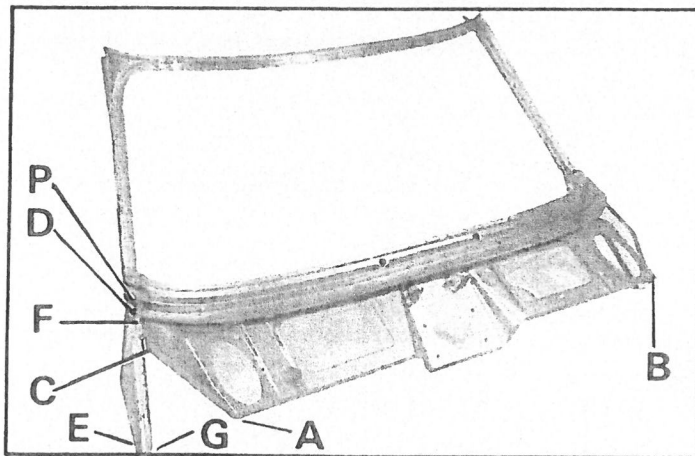

Fig. 2
- Présenter l'ensemble de baie de pare-brise (voir fig. 2)